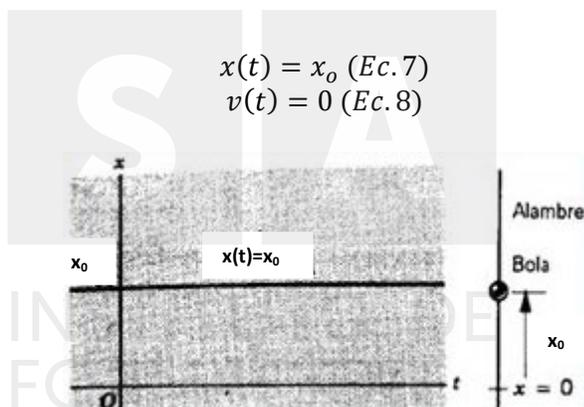

Figura 3: Partícula que se encuentra en reposo, no se mueve.
1. **Ningún movimiento en absoluto:** aquí la partícula ocupa la posición x_0 en la coordenada en todo momento. La Figura 3 muestra el caso de la bolita que está en reposo en la ubicación $x=x_0$.